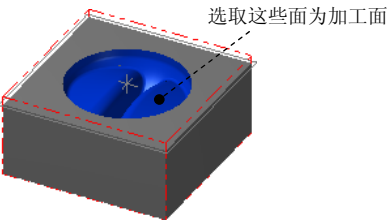
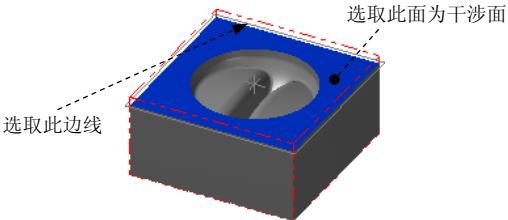

图 4.14 选取加工面
图 4.15 选取干涉面
Step2. 设置加工区域。在图形区中选取图 4.14 所示的曲面，然后按 Enter 键，系统弹出“刀具路径的曲面选取”对话框。单击 **干涉面** 区域中的按钮，选取图 4.15 所示的面为干涉面，然后按 Enter 键。然后单击 **边界范围** 区域中的按钮，系统弹出“串连选项”对话框，采用“串连方式”选取图 4.15 所示的边线，单击两次按钮，系统弹出“曲面精加工残料清角”对话框。
(1) 确定刀具类型。在“曲面精加工残料清角”对话框中，单击 **刀具过滤** 按钮，系统弹出“刀具过滤列表设置”对话框。单击 **刀具类型** 区域中的 **全关(N)** 按钮后，在刀具类型按钮群中单击（球刀）按钮。单击按钮，关闭“刀具过滤列表设置”对话框，系统返回至“曲面精加工残料清角”对话框。